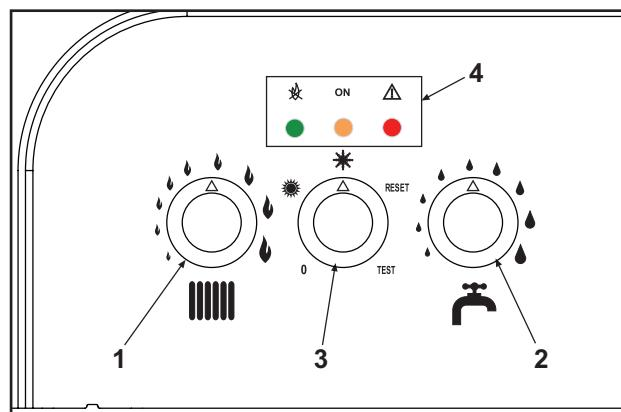

Fig. 1
Durante el funcionamiento normal, el control de diagnóstico informa sobre el estado de la caldera mediante los testigos (4 - fig.1):
- girar el mando del agua caliente sanitaria (ref. 2 - fig. 1) hasta el mínimo (para funcionamiento con gas Metano) o hasta el máximo (para funcionamiento con GLP);